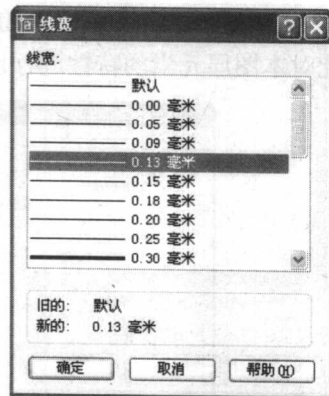

图 1-7 “线宽”对话框
(6) 设置线宽。在“图层特性管理器”对话框中单击“墙体”图层中的“线宽”列对应的字符串,弹出“线宽”对话框,在“线宽”列表框中选择线宽值为 0.13 毫米,如图 1-7 所示。单击“确定”按钮,返回“图层特性管理器”对话框,完成线宽的设置。